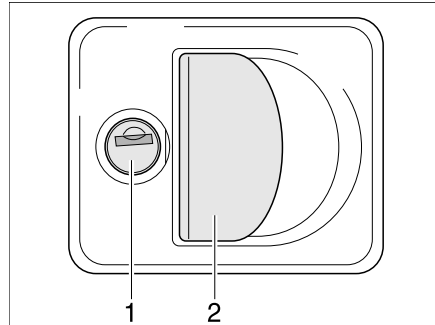

Bild 45 Klappenschloss mit Griffschale
- Schlüssel in Schließzylinder (Bild 45,1) stecken und eine viertel Umdrehung drehen. Das Klappenschloss ist entriegelt.
- Am Schlossgriff (Bild 45,2) ziehen. Die Außenklappe ist geöffnet.